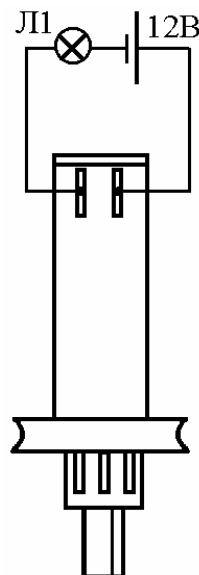

Рис. 20. Проверка работоспособности выключателя.
4.22.3.2. К штекерам выключателя подключить питание от аккумуляторной батареи и электролампу, как показано на рис. 20.
3) колесо 1 (рис. 20) рулевого управления установить на шлицы вала 2 рулевой